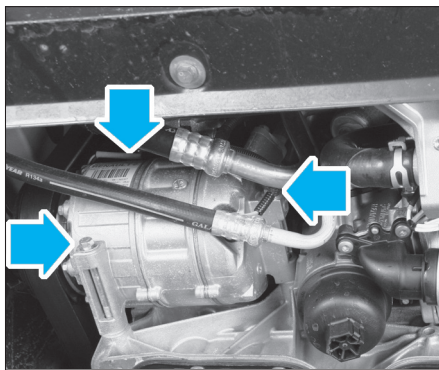

FIG. 16
- Déposer les trois fixations du compresseur (fig. 16).